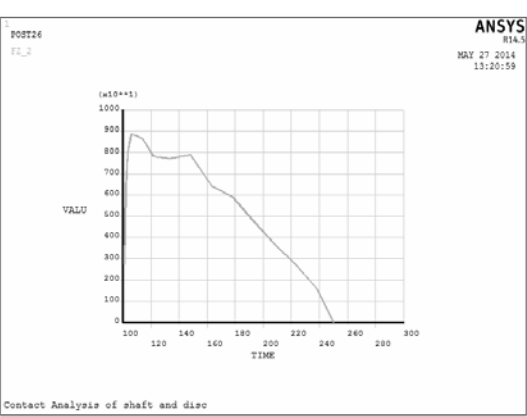

图 9-134 反力随时间变化曲线
- 4) 在“Variable List”列表中选择要显示的变量（如 FZ_2），单击 按钮，即可在图形区显示变量的变化曲线，X 轴为时间变量 TIME，Y 轴为显示的变量数据，如图 9-134 所示。